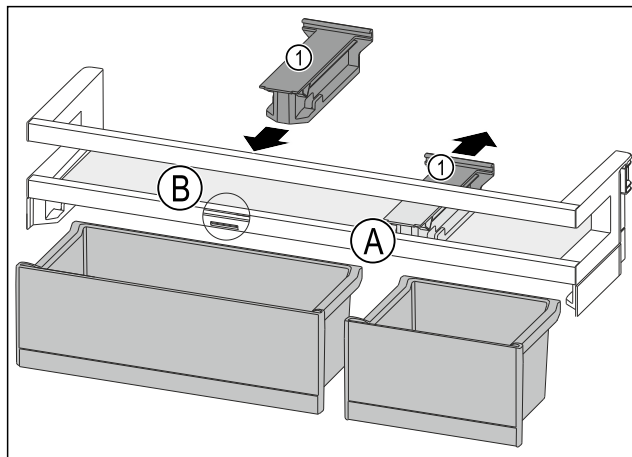

Fig. 189
- Кріпильний елемент Fig. 189 (1) у положенні Fig. 189 (A) витягніть рухом донизу.
- Кріпильний елемент Fig. 189 (1) вставте у положення Fig. 189 (B).